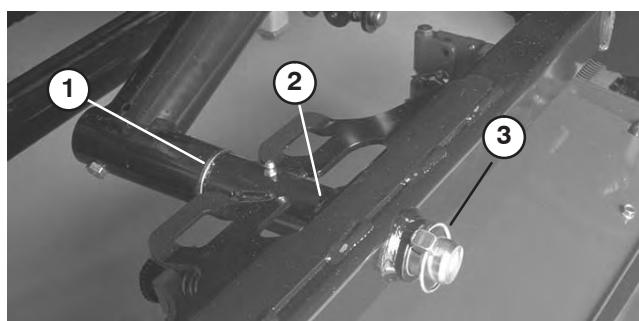

Bild 15
2. Schieben Sie den Trägerrahmen des Mähwerks auf die Gelenkstange und befestigen Sie sie mit einem Klappstecker (Bild 15).